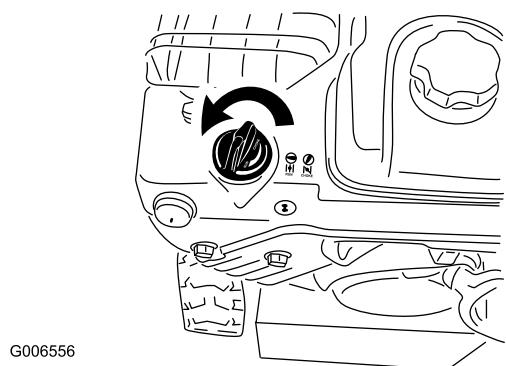

Рисунок 27
- Поверните заслонку в положение Choke (Заслонка) (Рисунок 27).